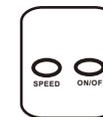

Fig.5
1. Funcionamiento con el mando a distancia: (Fig. 5)